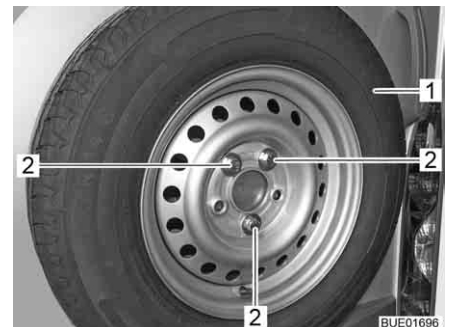

Bild 227 Fäste reservhjul
- Skruva ut tre fästskruvarna (Bild 227,2).
- Ta bort reservhjulet (Bild 227,1).